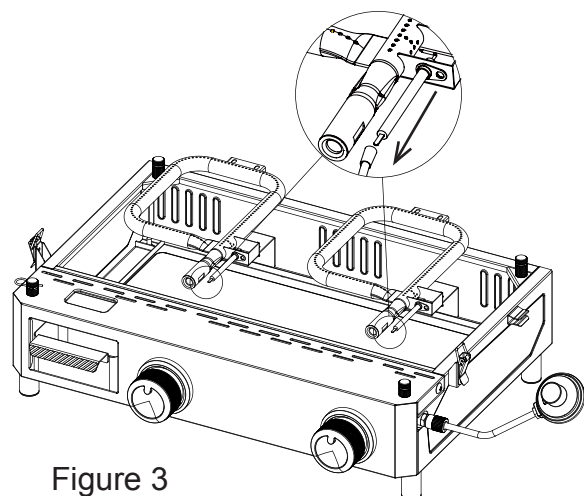

Figure 3
4. Détachez les fils d'allumage des électrodes comme illustré à la figure 3 et tirez les brûleurs pour les sortir de la chambre de combustion.